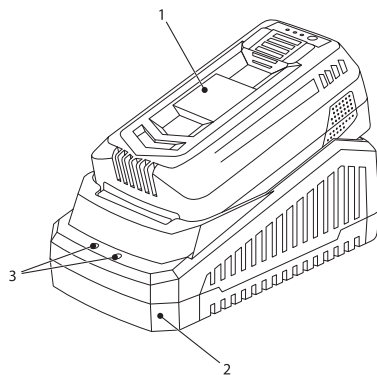

рис. 10.
- Вставить аккумуляторную батарею 1 (рис. 10) в зарядное устройство (2).
Это диагностическое зарядное устройство. Светодиодные лампы зарядного устройства (рис. 10, поз. 3) будут гореть в определенном порядке, чтобы показать текущее состояние аккумулятора. Это происходит следующим образом:
Поместите батарейный блок в зарядное устройство до щелчка. Индикаторы (рис. 10, поз. 3) загорятся красным цветом, указывая на то, что аккумулятор заряжается, а три индикатора на батарейном блоке будут зелеными.